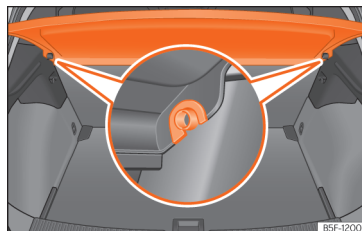

Fig. 178 În portbagaj: demontarea și montarea copertinei.
- Scoateți copertina portbagajului din suporturile laterale » » » **fig. 178** trăgând în sus și în afară.
- Introduceți copertina orizontal, astfel încât „orificiile” să intre în axele suporturilor » » » **fig. 178** și apăsați până se fixează.